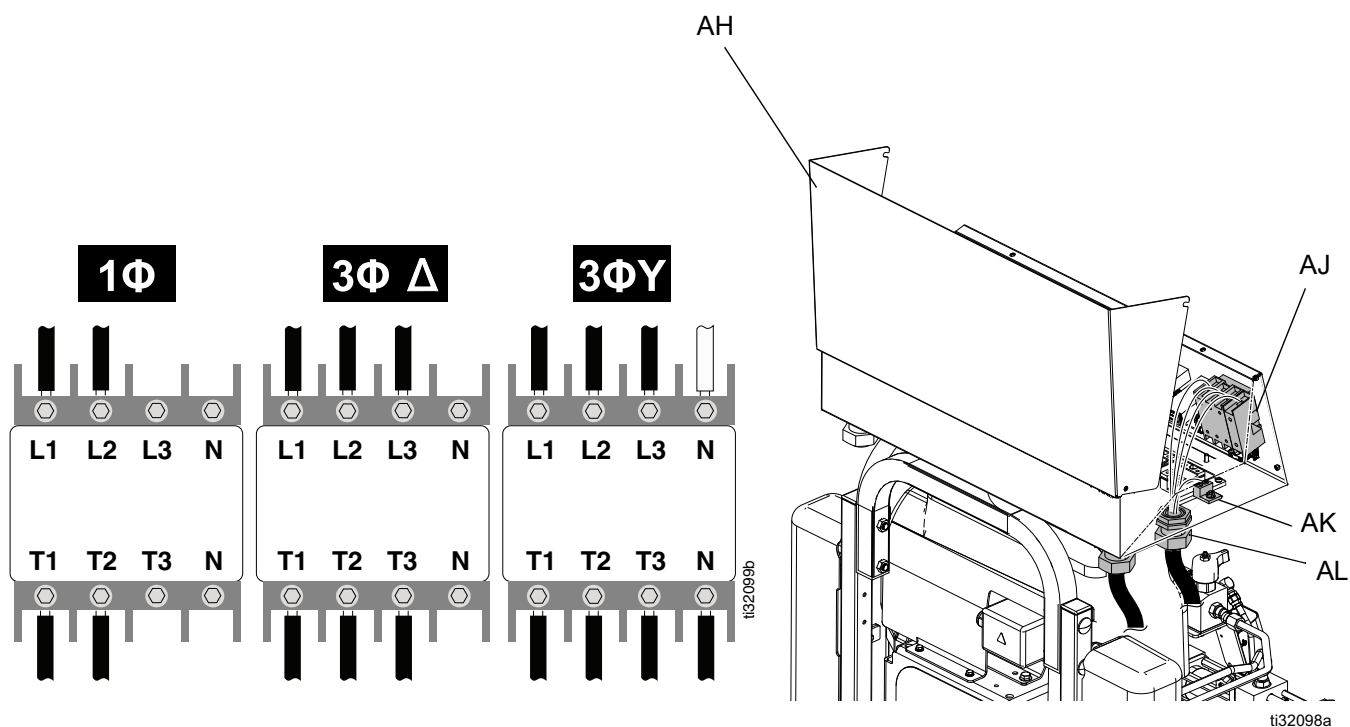

FIG. 8: Conecte los cables de alimentación de entrada
2. Apague el interruptor principal de desconexión (CE).
3. Abra la puerta del armario eléctrico (AH) aflojando los pernos (BH) y levantando hacia arriba la puerta. Vea la FIG. 8.
4. Enrute el cable de alimentación por el prensacables de entrada (AL) del armario eléctrico (C). Apriete el prensacables (AL). Vea la FIG. 8.
5. Conecte los cables de alimentación de entrada a los terminales de desconexión principales (AJ) y a la lengüeta de conexión a tierra principal (AK) como se observa en la FIG. 8. Apriete a un par de 6,2 N•m (55 lb-pulg.). Tire suavemente de todas las conexiones para verificar que estén bien sujetas.
- a. **230 V, monofásico:** Usando una llave Allen hexagonal de 5/32 o 4 mm, conecte los dos cables de potencia a L1 y L2. Conecte el cable verde a la lengüeta de conexión a tierra (AK).
- c. **400 V, trifásico:** usando una llave Allen hexagonal de 5/32 o 4 mm, conecte los dos cables de potencia a L1, L2 y L3. Conecte el cable neutro a N. Conecte el cable verde a la lengüeta de conexión a tierra (AK).
6. Compruebe que todos los elementos estén bien conectados como se muestra en la FIG. 8. Cierre la puerta del armario eléctrico (AH) y apriete los pernos (BH).